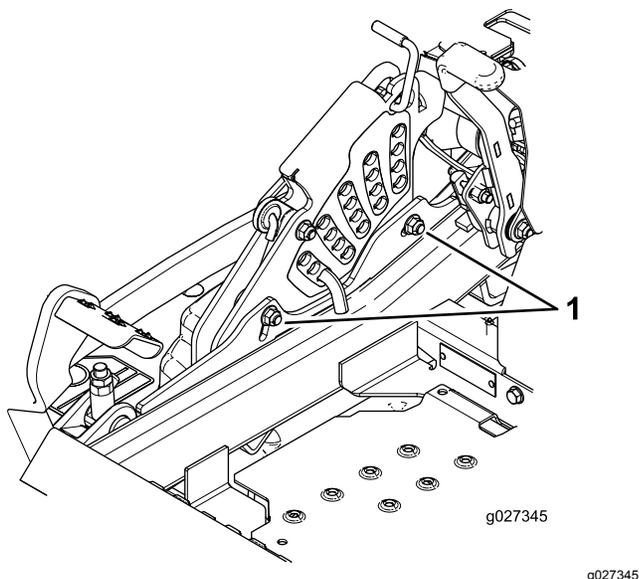

Figure 87
12. Pour régler le système monpoint, desserrez les 2 boulons au bas de la plaque de hauteur de coupe. Voir Figure 87.
14. Serrez les 2 boulons au bas de la plaque de hauteur de coupe (Figure 87). Serrez les boulons à un couple de 37 à 45 N·m (27 à 33 pi-lb).